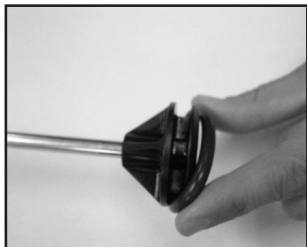

Figura 4
3. Inspeccione la junta tórica. Si está gastada o dañada, sáquela y reemplácela. Lubrique la junta tórica con gel de petróleo. **(Vea la Figura 4)**